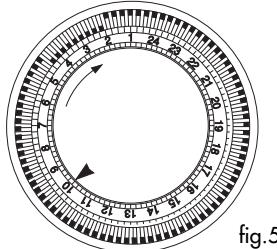

fig.5
- Mire la hora en su reloj. Supongamos que son las 10, gire el disco numerado del programador en el sentido de las agujas del reloj hasta que el índice de referencia , imprimido en el programador, coincida con el número 10 (fig.5).